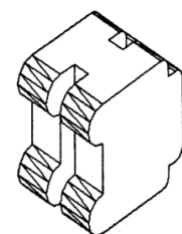

Рис.2 После выдавливания, переноса, копирования и объединения
10) Выберите команду «Сечение» в панели Тела (рис. 2):